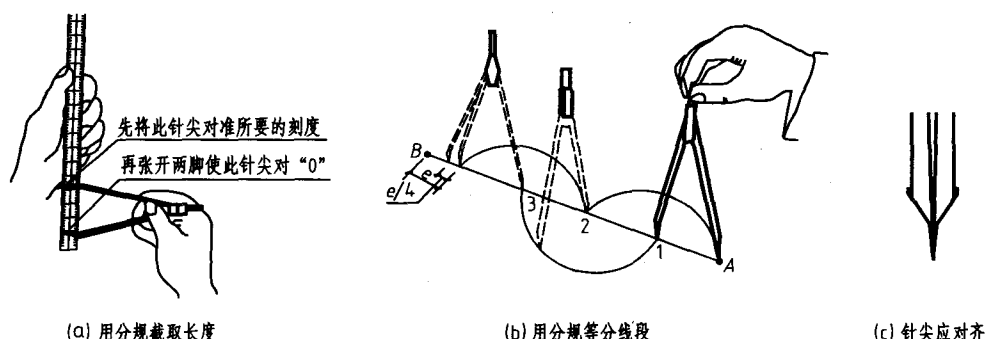

图 1-6 分规的使用方法
(2) 分规是用来截量长度尺寸 [图 1-6 (a)] 和等分线段 [图 1-6 (b)] 的工具。其两针尖合拢时应会合成一点 [图 1-6 (c)]。